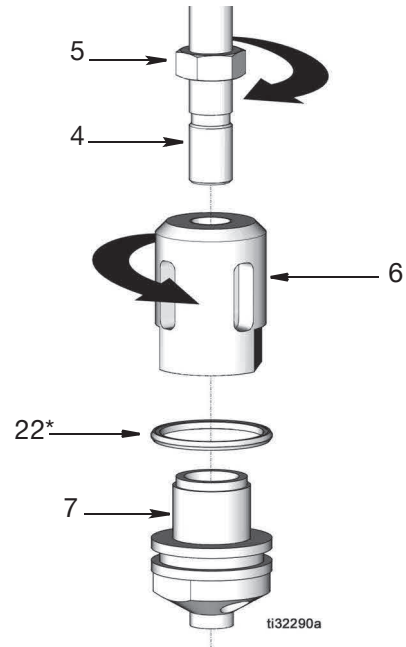

図 14
4. valve のハウジングピストン (7) のピストンシール (22*) を取り外します (図 14)。
5. 接続用ロッド (4) を valve ハウジング (6) にねじ留めし、13 ページの **チェックバルブの調整** の説明に従って、ボールの動き方を調整し、ナット (5) を 60ft ポンド (81.35N•m) で締めつけます (図 14)。